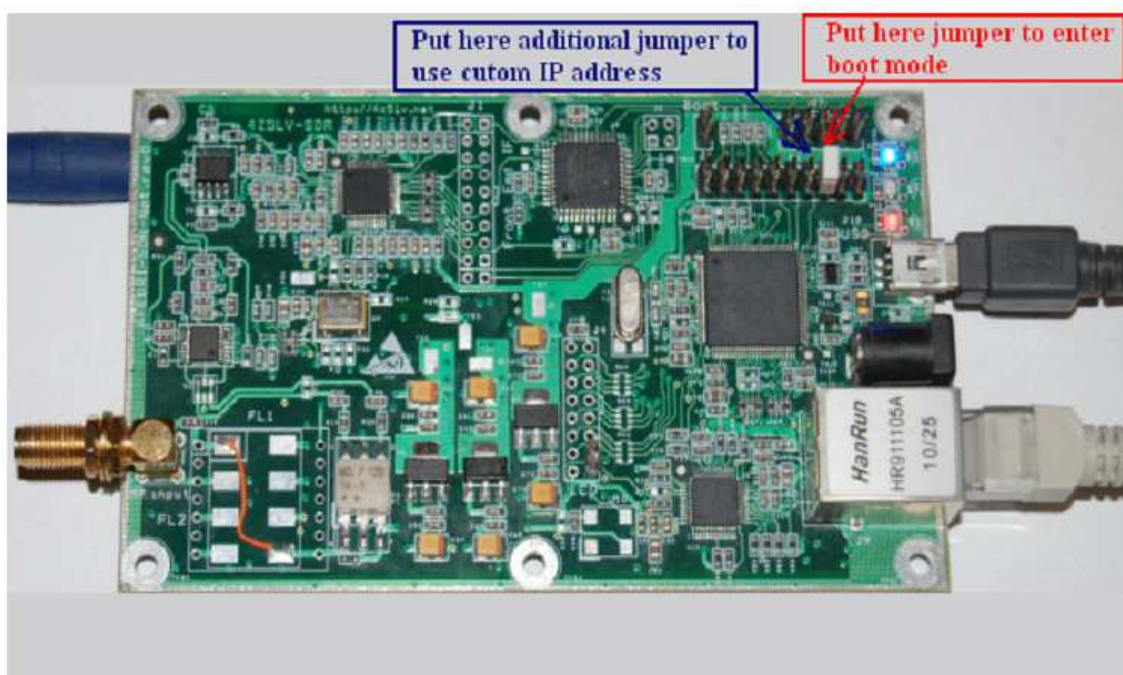

Figura 7 - AFEDRI SDR-Net posición del puente en modo boot en JTAG. (P1) Conector para la actualización del firmware.
3.1.1. Ponga un puente entre los pines 5 y 6 del conector JTAG **P1** (ver Figura.7). Con este puente el SDR tendrá por defecto la dirección IP - **192.168.0.8**.